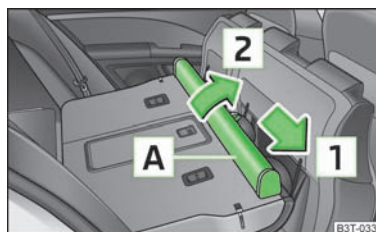

Fig. 81
- Împingeți carcasa peretelui despărțitor [A] » fig. 81 în sensul săgeții [1] și scoateți-o din prinderea scaunelor din spate, în sensul săgeții [2].